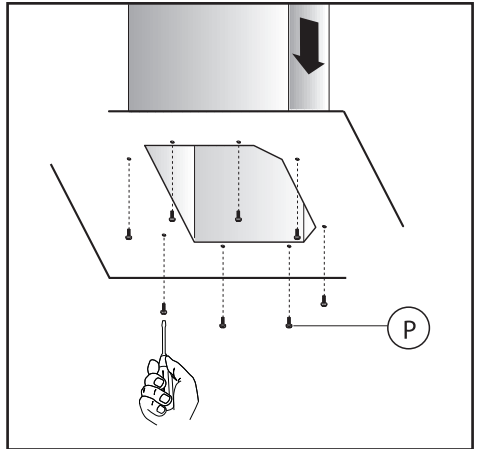

Fig.13
- Se necessario, fissare dall'interno, il camino decorativo inferiore alla cappa, utilizzando le viti **P** (Fig.13). Provvedere infine a ricollocare i filtri nel loro alloggiamento.